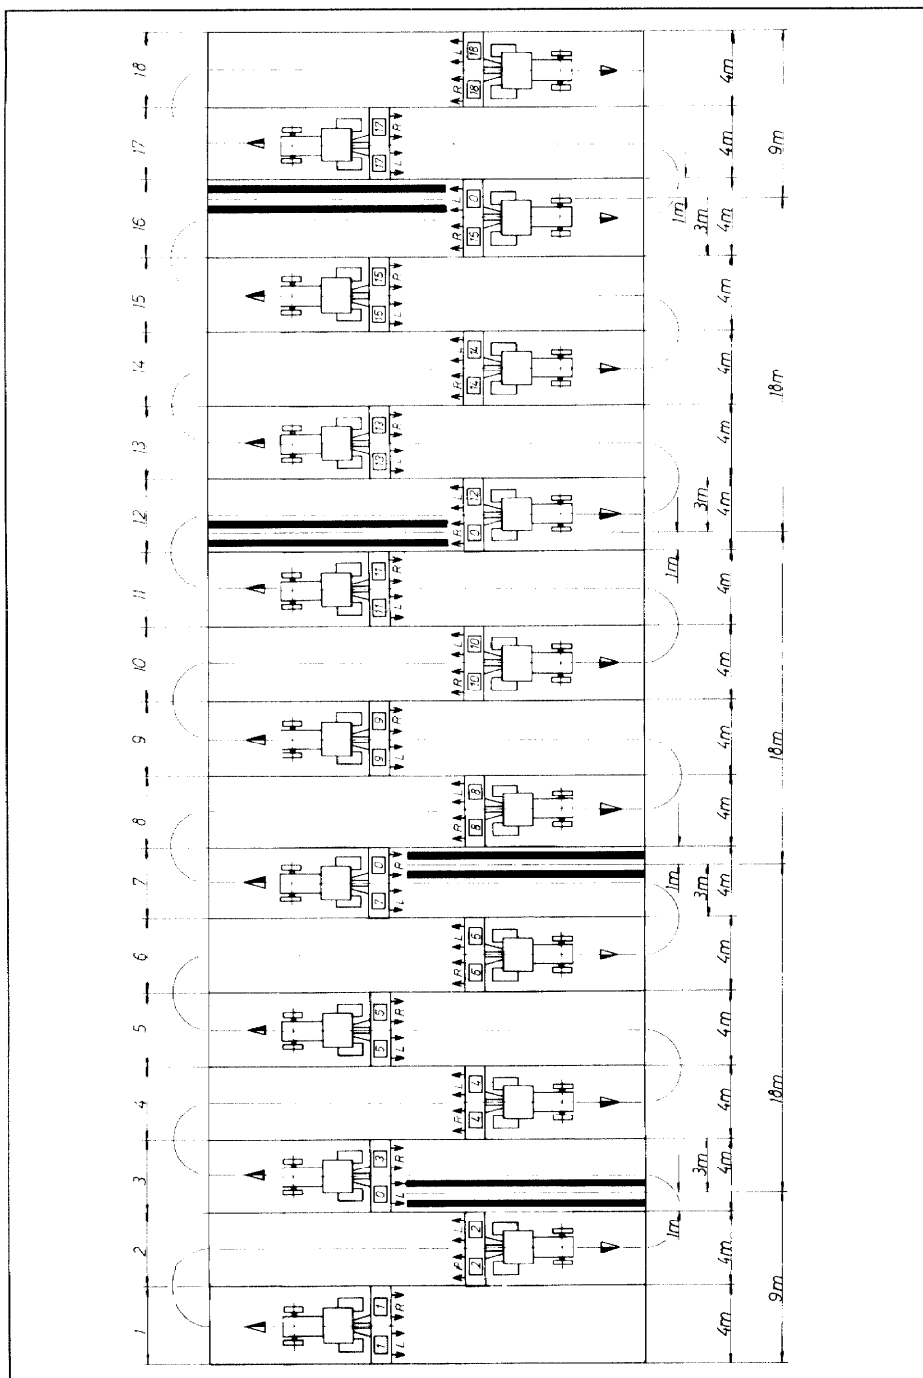

Fig.89
- 3) Tijdens het werk geven de beide schakelkasten het schakelritme als volgt aan (vergelijk fig.89):